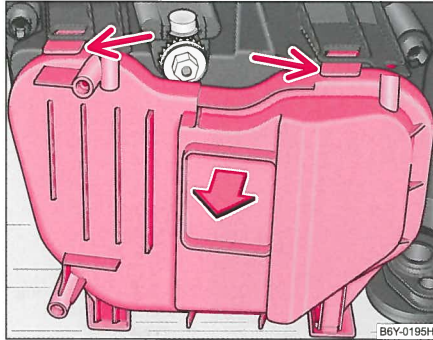

Fig. 173 Afdækningskappe til forlygter
- Tryk låsefjederen ned af og afmonter afdækningskappen ⇒ fig. 173.
⇒ side 229, fig. 173.
- Afmonter beskyttelsesafdækninger fra forlygtens bagside ⇒ side 229, fig. 173.